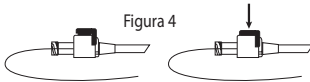

Figura 4
10. Quando a instalação for confirmada e o mecanismo de travamento da sutura tiver sido girado para a posição mais distal, pressione o mecanismo de travamento da sutura para o centro para prendê-lo. O mecanismo de travamento da sutura está travado na posição adequada agora. Ver Figura 4.